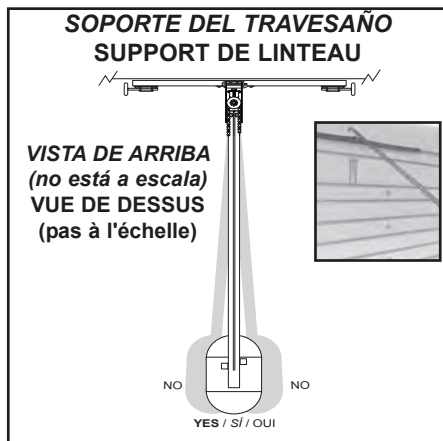

FIG. 2-4 Coloque el conjunto y alinee. Placer le montage et aligner.
- Coloque el riel montado en la pared próximo al soporte del travesaño (Fig. 2-4).
NOTA: Antes del acople final al cielo raso, asegúrese de que el conjunto esté bien alineado (Fig. 2-4).
- Placer le rail assemblé sur le mur près du support de linéau (Fig. 2-4).
REMARQUE: Avant d'effectuer la fixation finale au plafond, veiller à ce que le montage soit correctement aligné (Fig. 2-4).